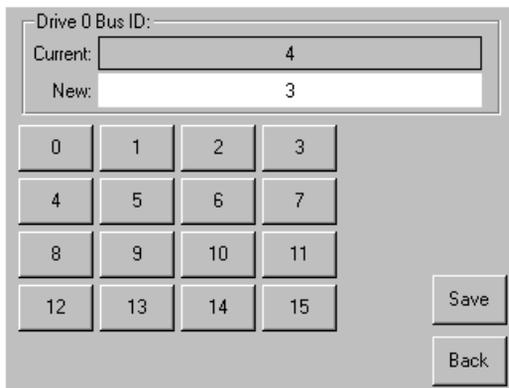

Abbildung 20: Bildschirm für die Bus-ID von Laufwerk 0
- a. Wählen Sie das Feld neben der Anzeige Drive 0 Bus ID:. Der jetzt angezeigte Bildschirm (siehe Abbildung 20) enthält die aktuelle BUS-ID von Laufwerk 0 sowie den neuen von Ihnen angeforderten Wert.